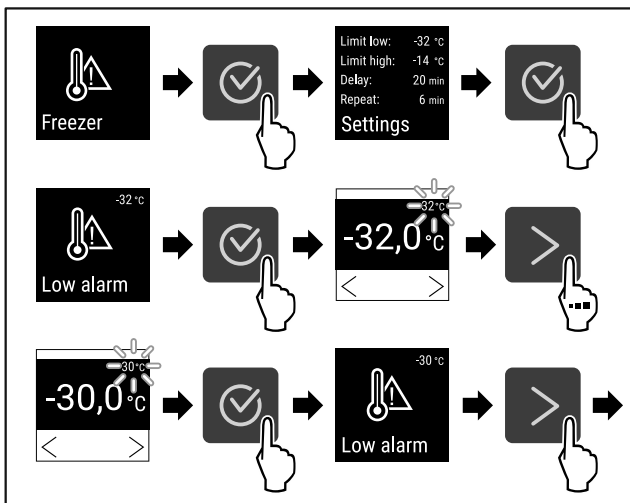

Fig. 131
- ▶ Følg anvisningene (se Fig. 131).